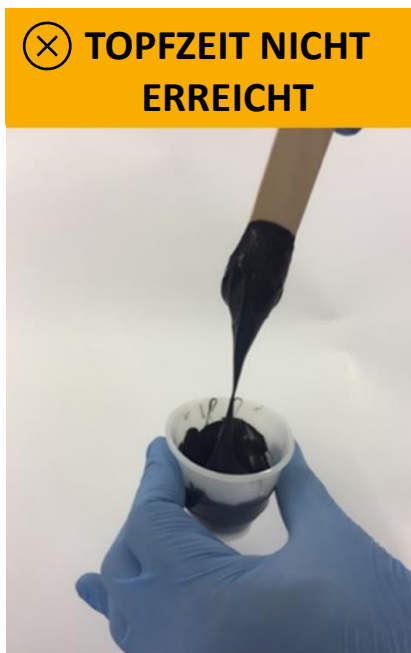
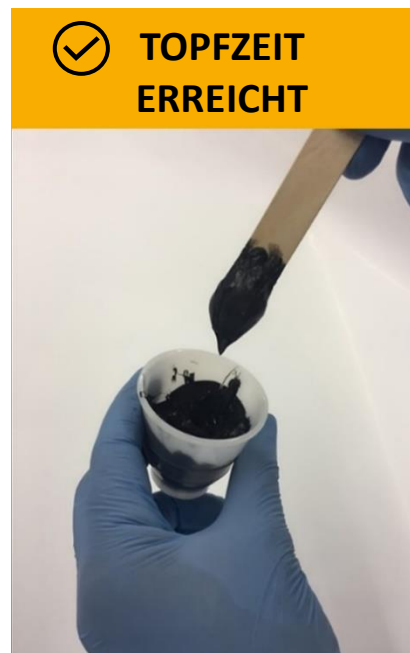

BILD 17 Material zeigt pastöse Eigenschaften: Topfzeit noch nicht erreicht
BILD 18 Material zeigt gummiähnliche Eigenschaften: Topfzeit erreicht
5. Die Topfzeit ist die Zeit zwischen Auspressen des Silikonklebstoffs und dem Punkt, an welchem bei Entfernen des Spatels aus der Klebmasse kein Fadenzug (Bild 17) mehr beobachtet wird. Die Topfzeit ist erreicht, sobald der Faden bei kurzen Längen abreißt (Bild 18).